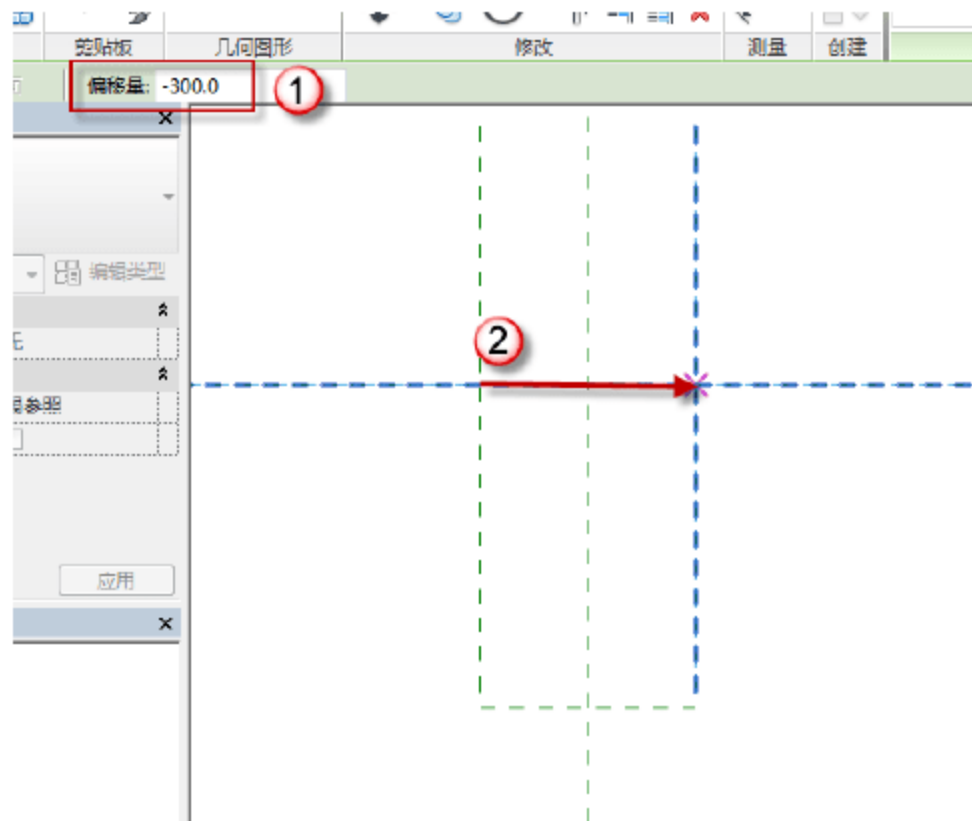

图 9.2.62 绘制辅助线
(19) 绘制辅助线。按快捷键 R+P,在“偏移量”后输入“-300”字样,然后绘制辅助线,如图9.2.62所示。
(20) 绘制轮廓。选择“创建”→“直线”命令,在绘制中选择“直线”,在“子类别”